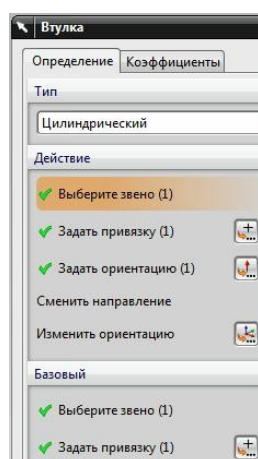

рис.20
- Назначение кинематической связи типа *резиновая втулка* осуществляется так же, как назначались обычные шарниры. Диалоговое окно резиновой втулки представлено на рис.20. Нужно указать соединяемые детали, указать привязку ЛСК, назначить ориентацию осей ЛСК.